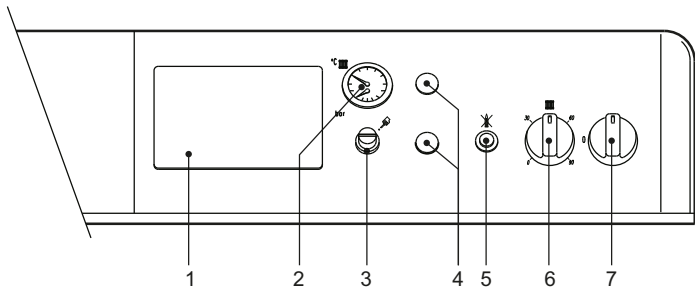

fig. 1 - Panel de mandos
- Poner el interruptor de la caldera "7" en la posición 1 (fig. 1).
- Si la caldera está equipada con una centralita electrónica termostática, montada en la posición 1 de la fig. 1, respetar también las instrucciones del fabricante de la centralita.
Si el mando 6 de la fig. 1 se gira en sentido horario, la temperatura del agua de la calefacción aumenta; en el sentido contrario, disminuye. La temperatura puede regularse entre 30 °C y 90 °C. Se aconseja no hacer funcionar la caldera a menos de 45 °C.
Programar con el termostato de ambiente la temperatura que se desee tener en el interior de la vivienda. La caldera se enciende controlada por el termostato de ambiente y calienta el agua de calefacción a la temperatura ajustada con el termostato 6 de la fig. 1. Cuando se alcanza la temperatura ambiente deseada, el generador se apaga.
La presión de carga con la instalación fría, leída en el hidrómetro de la caldera 2 fig. 1, tiene que estar alrededor 1,0 bar. Si la presión de la instalación disminuye durante el funcionamiento (debido a la evaporación de los gases disueltos en el agua) por debajo del valor citado, el usuario ha de restablecer el valor inicial mediante la llave de llenado. Al finalizar la operación, cerrar siempre la llave de llenado.